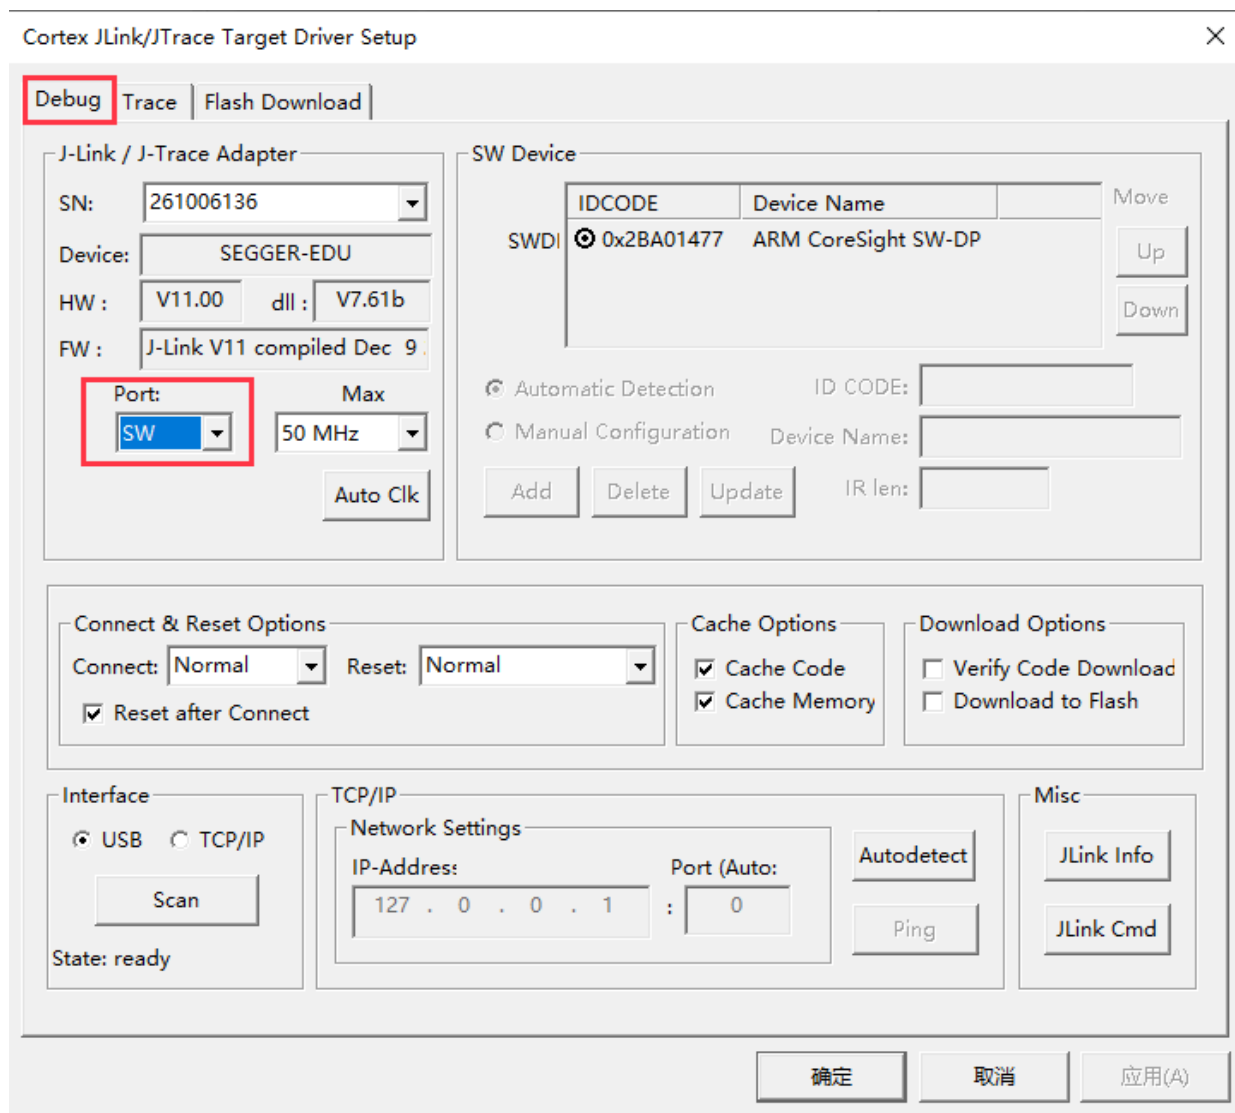

图 4-2 调试接口配置
- 点击 Settings 后，出现 “Cortex JLink/JTrace Target Driver Setup” 窗口，Debug 界面中 Port 选项，选择 SW 接口，如图 4-2 所示。